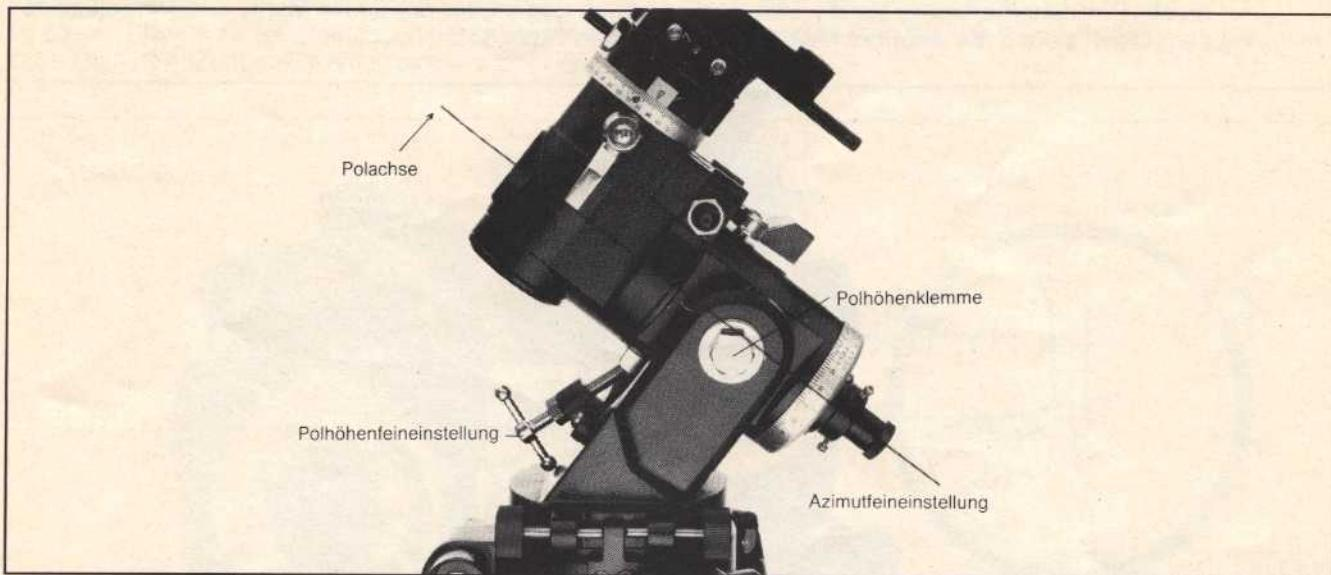

Abb. 33: Die Feineinstellungen der Polachse
- c) Lösen Sie die Polachsenklemmung und die Polhöhenfeineinstellschraube. Danach neigen Sie die Polachse so weit, bis Sie einen freien Blick auf die Einstellkreise haben (Abb. 33).
- h) Peilen Sie nun durch den Polsucher. Wenn Sie die Grobausrichtung nach Kapitel 7.1 vorher durchgeführt haben, so sollte der Polarstern bereits im Gesichtsfeld des Polsuchers sichtbar sein. Stellen Sie den Polarstern mit Hilfe der Polhöhen- und Azimutfeineinstellungsschrauben in den kleinen Kreis ein (Azimut- und Polhöhenfeineinstellung siehe Abbildung 33). Ziehen Sie nun vorsichtig alle Schrauben an, ohne daß der Polarstern den kleinen Kreis verläßt.